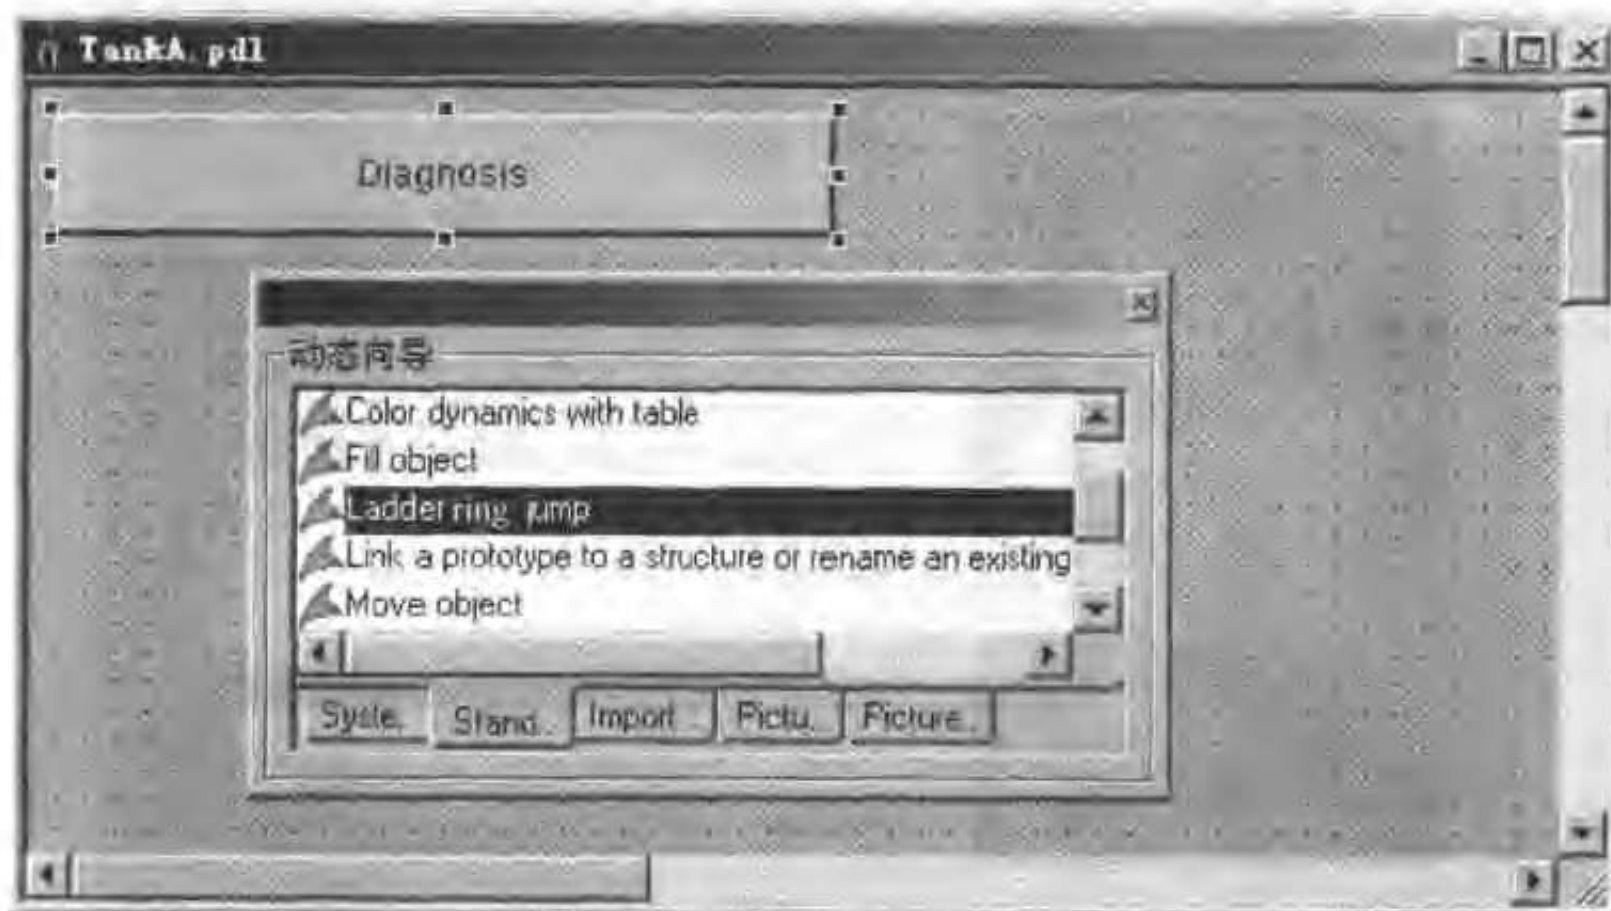

图 13-20 选择网络条目跳转对话框
- 通过双击打开“标准动态”标签上的“网络条目跳转”(Ladder ring jump)向导,如图 13-20 所示。